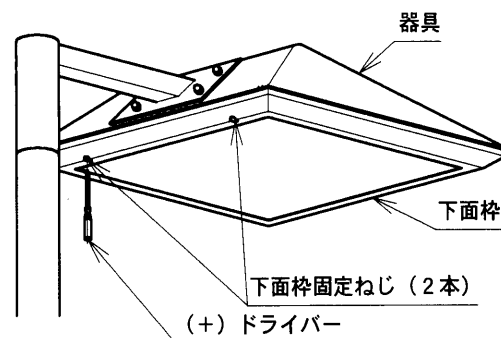

図4
4. 器具下面枠の固定ねじ（2本）をゆるめ、下面枠を静かに開けてください。（図4）